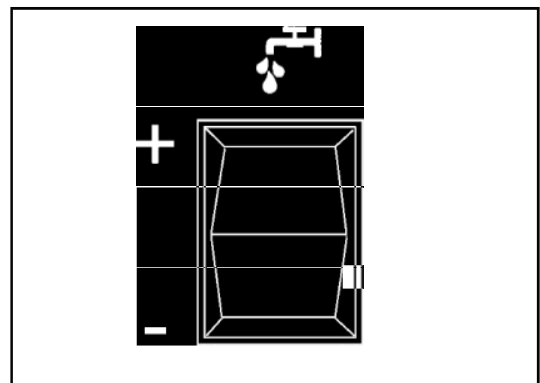
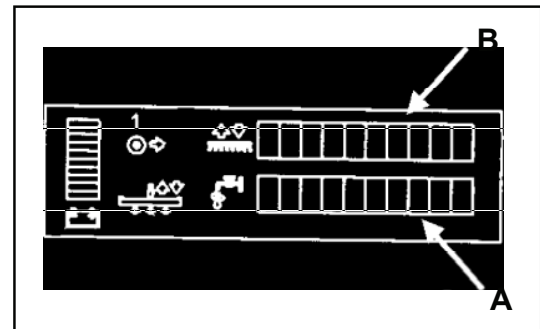
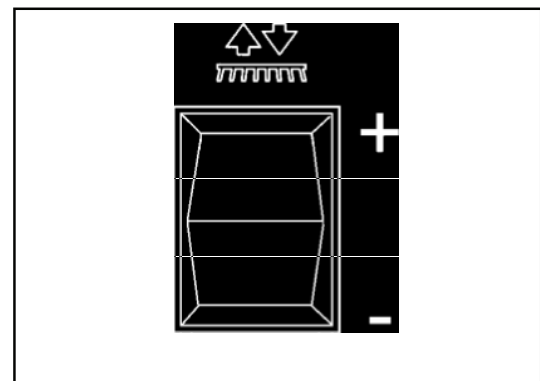

Abbildung 25
Abbildung 26
Abbildung 27
Die Lösung dient dazu, Schmutz vom Boden zu lösen und zu entfernen. Die aufgetragene Lösungsmenge kann je nach Zustand der Böden auf fünf verschiedene Stufen eingestellt werden. Die fünf Stufen werden auf der LCD-Anzeige an der Vorderseite der Maschine angegeben. Benutzen Sie zur Einstellung der aufgetragenen Lösungsmenge den Lösungsfluss-Schalter (Abbildung 25). **Anmerkung: Es gibt fünf verschiedene Einstellungen auf dem Display. Siehe Abb. 26 A.**
1. Drücken Sie die Seite "+" des Schalters (Abbildung 25).
1. Drücken Sie die Seite "-" des Schalters (Abbildung 25).
Die Bürsten dienen dazu, die Lösung umzurühren, wodurch das Reinigungsverfahren verbessert wird. Der angewendete Bürstendruck kann je nach Zustand der Böden auf fünf verschiedene Stufen eingestellt werden. Die fünf Stufen werden auf der LCD-Anzeige an der Vorderseite der Maschine angegeben (Abbildung 26, B). Benutzen Sie zur Einstellung des angewendeten Bürstendrucks den Schalter "Bürste Auf/Ab" (Abbildung 27).
1. Drücken Sie die „+“-Seite des Schalters (Abb. 27)
1. Drücken Sie die „-“-Seite des Schalters (Abb. 27)